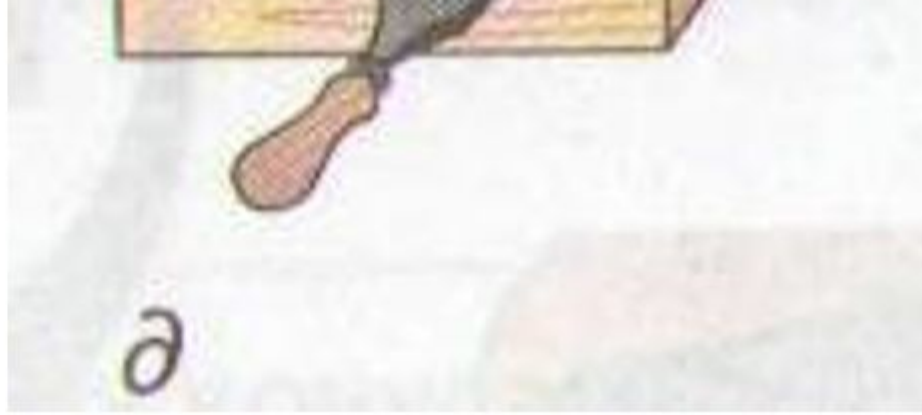

Рис. 1, д
- Окончательно обрабатывают цилиндрическую поверхность с помощью шлифовальной шкурки. При этом один конец заготовки закрепляют в зажиме верстака, а другой обтягивают шлифовальной шкуркой и вращают её. Иногда заготовку обертывают шлифовальной шкуркой, обхватывая левой рукой, в правой вращают её и перемещают вдоль оси вращения (рис. 1,е)